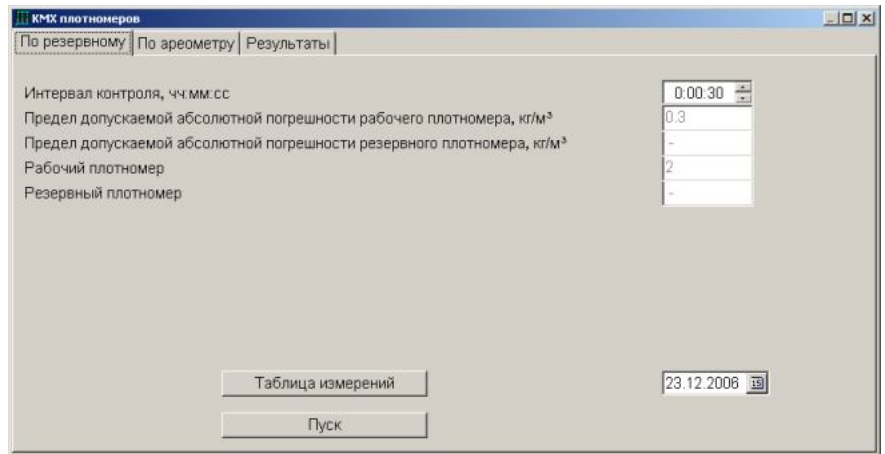

Рис. 19
3.5.8.1 Нажатием кнопки **КМХ плотномеров** вызывается одноименное окно (Рис. 19).